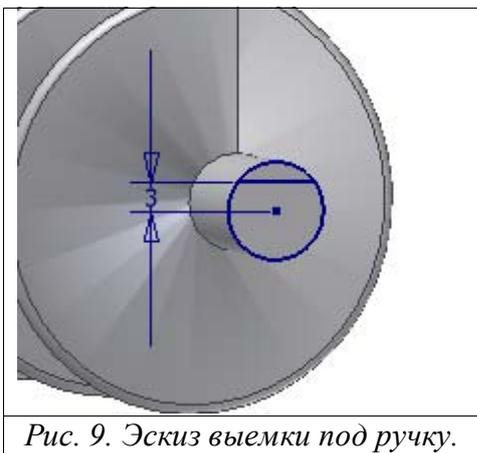

Рис. 9. Эскиз выемки под ручку.
1. Нажмите кнопку **Sketch**  для построения нового эскиза и выберите крайний правый торец цилиндра (рис. 9).
3. Выберите команду **Line**  на панели инструментов. Создайте горизонтальный отрезок (рис. 9). При помощи команды **General Dimensional**  установите размер как это показано на рис. 9.